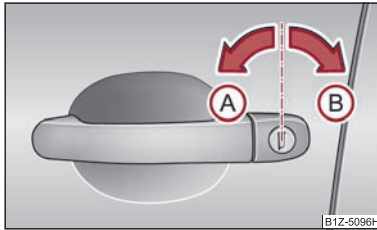

Fig. 25 Rotirea cheii pentru descuiere și încuiere
- Rotiți cheia în butucul ușii șoferului în poziție de deschidere (A) ⇒ fig. 25.
- Rotiți cheia în încuietora ușa șoferului în poziție de încuiere (B) ⇒ fig. 25.